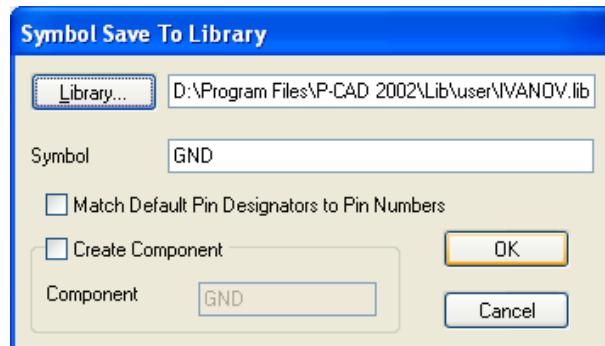

Рис. 4.65 - Запись УГО символа «Земля» в библиотеку
- Для этого выполнить команду **Symbol/Save** и в появившемся окне щелкнуть по кнопке **Library**, где в открывшемся окне выбрать библиотеку **Ivanov.lib**. В поле **Symbol** набрать имя элемента «**GND**» и нажать кнопку **OK** (рис. 4.65).